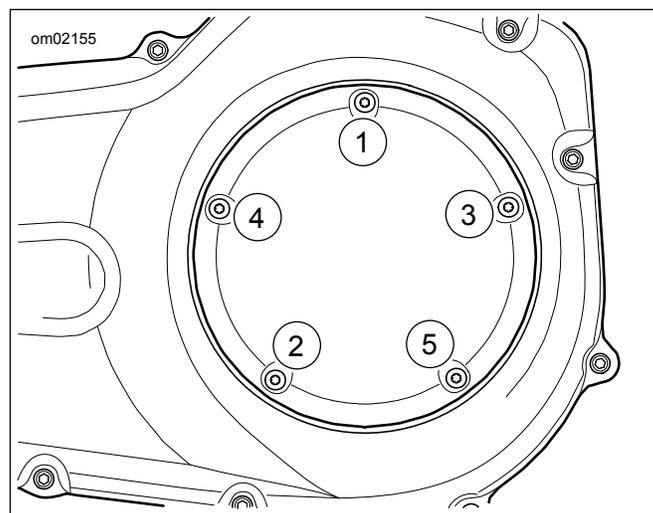

Figura 2. Secuencia de apretado
5. Vea Figura 2 . Apriete los tornillos de la cubierta de inspección del embrague en la secuencia que se muestra.